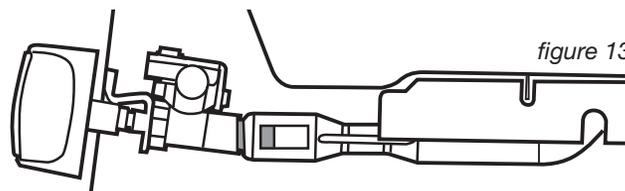

figure 13
- Vérifier que le tube de venturi est bien situé sur l'orifice du robinet de gaz, comme indiqué à la figure 13.